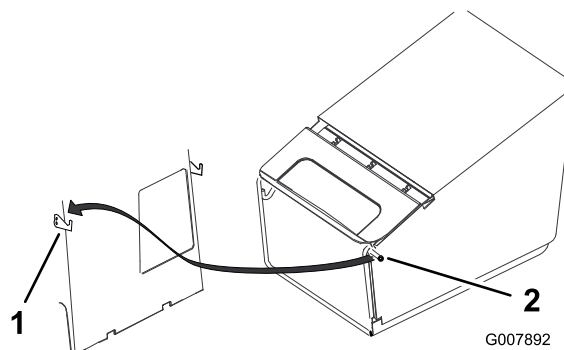

Figure 18
3. Accrochez les ergots du cadre du bac à herbe dans les crochets, comme illustré à la Figure 18.